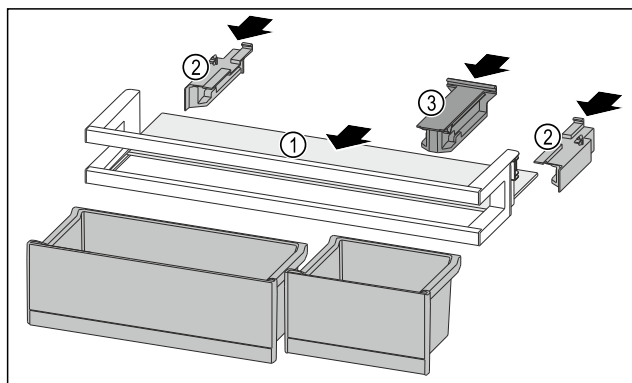

Fig. 135
- ▶ Odkládací plochu Fig. 135 (1) zasuňte do bočních vybrání.
- ▶ Boční díly Fig. 135 (2) vložte.
- ▶ Držák Fig. 135 (3) vložte.